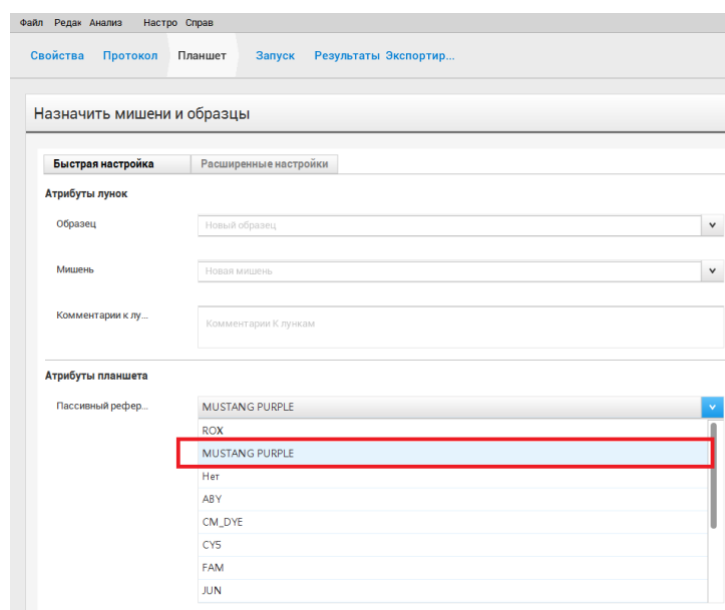

Рисунок 48
8. В открывшейся вкладке «Планшет» в пункте «Быстрая настройка» в графе «Пассивный референсный краситель» из выпадающего списка выбрать краситель «MUSTANG PURPLE» (рисунок 48).